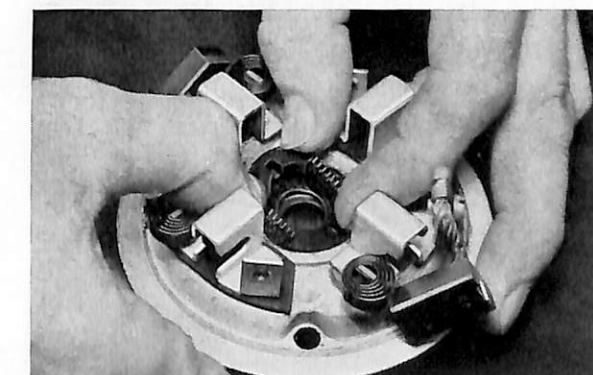
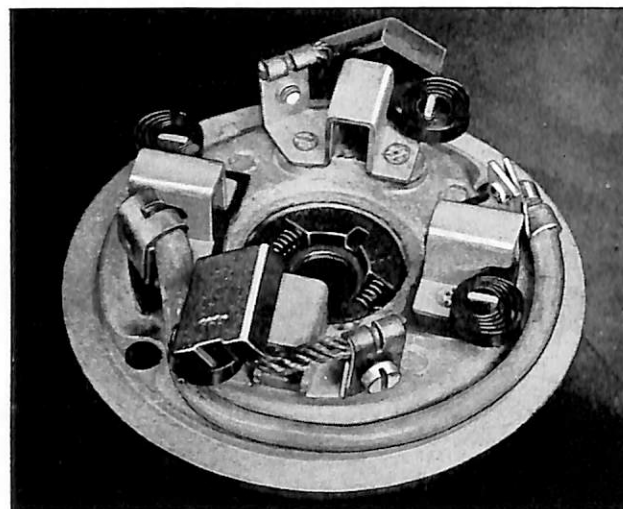

Bild 60. Montering av rotorbroms.
Bild 61. Lagersköld.
1. Montera rotorbromsen i bakre lagerskölden, se bild 60, samt ledningen mellan plusbortarna enligt bild 61.